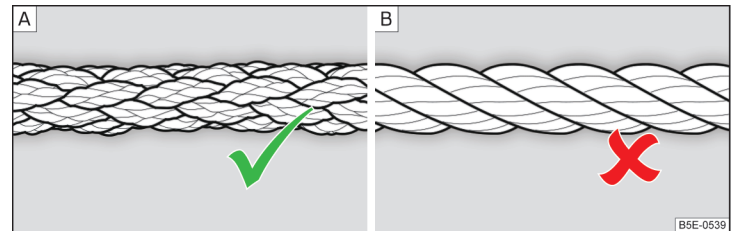

Fig. 238 Cablul de tractare împletit/cablul de tractare înfășurat
Pentru tractarea cu ajutorul unui cablu se va utiliza numai un cablu de tractare din fibre sintetice, împletit » fig. 238 - **A** » **I**.
- La tractare nu utilizați cablu de tractare înfășurat » **fig. 238** - **B**, cârligul de tractare s-ar putea desface la autovehicul - există pericol de accident.